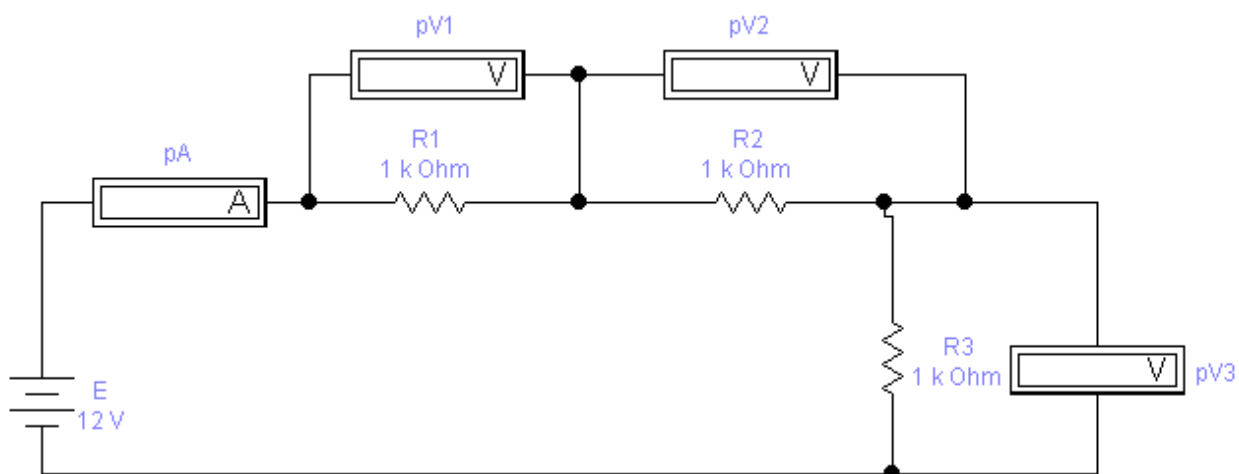

Рисунок 1.4 - Схема дослідження кола постійного струму з послідовним з'єднанням резисторів
2. Набрати схему дослідження кола постійного струму з послідовним з'єднанням резисторів (рисунок 1.4).